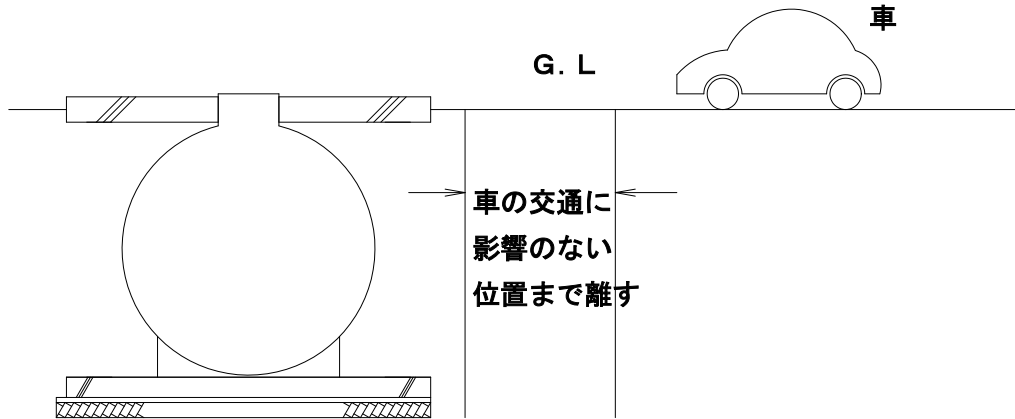

図 16
② 交通量の多い道路端に設置する場合
交通量の多い道路端に設置する場合も、①と同様の対策をとりますが、できるだけ道路から離して、車の通行に影響のない位置への設置を心がけてください。(図 16 参照)